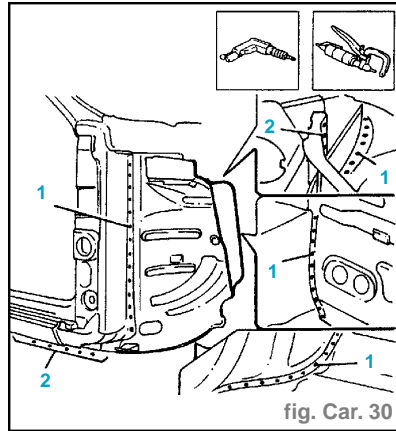
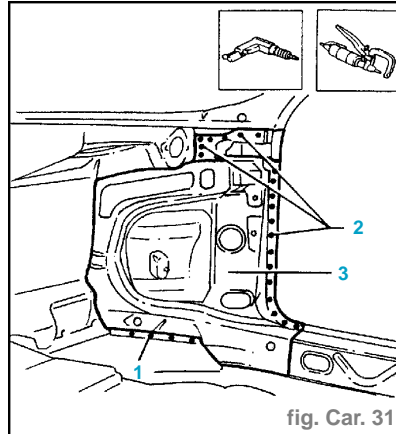

fig. Car. 30
fig. Car. 31
- Section de découpage représentant le point le plus significatif afin de permettre à l'opérateur de régler la position et la profondeur du découpage de manière à ne pas endommager les tôles qui se trouvent au-dessous (2).
- Enlever les rognures du côté antérieur (3).
- Utiliser la foreuse et enlever les points de soudure (1) (fig. Car. 30).
- Utiliser l'éмоussante et enlever les points de soudure (2).
- Utiliser la foreuse et enlever les points de soudure (1) (fig. Car. 31).